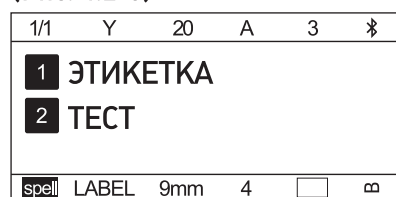

Рисунок 4.2-6
6) Затем введите "ТЕСТ". На дисплее отобразится: 2:ТЕСТ, (Рис. 4.2-6)